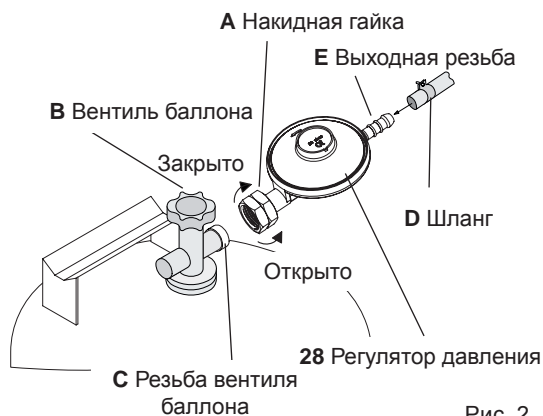

Рис. 2
- В случае неисправности следует немедленно закрыть вентиль (B) газового баллона (см. рис. 2, стр. 6).
### **III. Подсоединение устройства к газовому баллону (рис. 2)**
1. Для выключения устройства закройте вентиль баллона (B) - см. рисунок 2 на странице 6.
2. Для выключения отдельной горелки установите тумблер (F) над пьезоэлектрическим устройством зажигания (G) в положение "OFF".